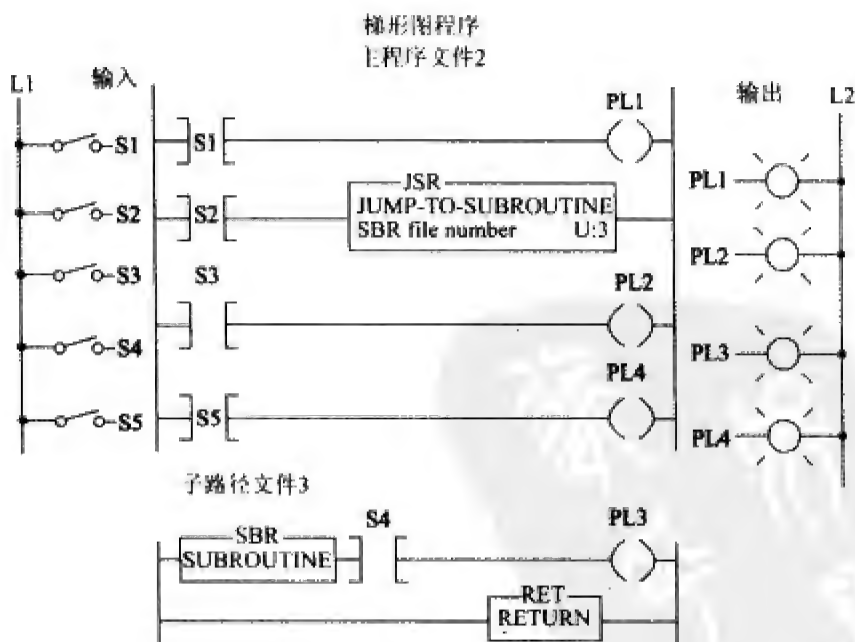

图 9-28
3. 针对图 9-28 所示跳转到子程序且返回程序，按照顺序回答问题。假设在完成每步操作后所有开关都处于断开状态。